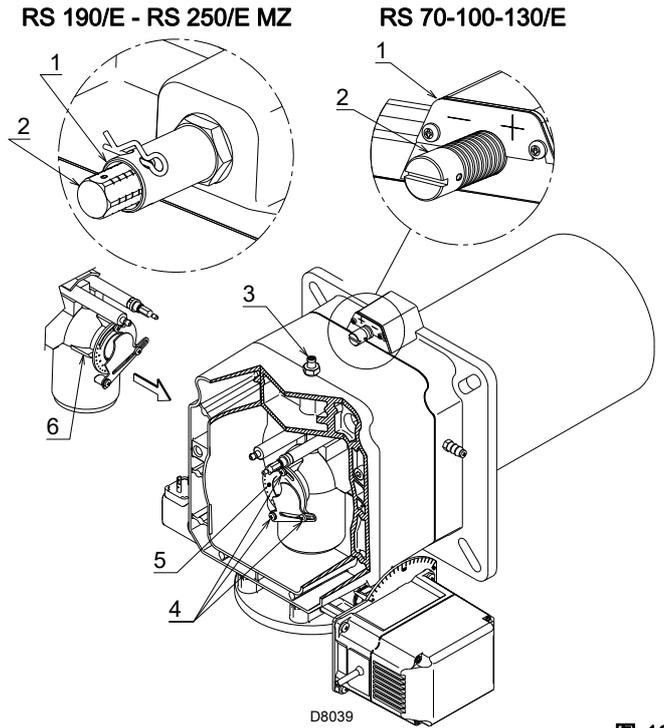

图 18
- 旋转螺丝 2)(图 18) 直至刻槽与法兰前表面 1) 对齐。
为了方便调节，可先拧松螺丝 3)(图 18)，调节后在拧紧。
- ▶ 拧松螺丝4)(图 18), 旋转环5)直至其所确定的刻度与另一刻度 6) 对齐。